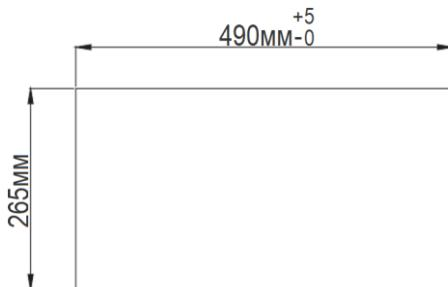

Рис. 1
2. Вырежьте в дне шкафа отверстие 490x265 мм (См. Рис. 1). Убедитесь, что расстояние между краем отверстия и краем шкафа составляет не менее 35 мм. Толщина дна шкафа должна быть в пределах 15-25 мм.